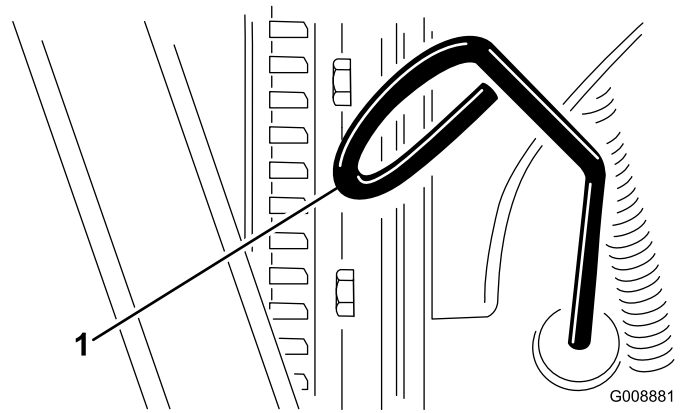

Figura 21
3. Retire la varilla, límpiela, y vuelva a colocarla (Figura 21).